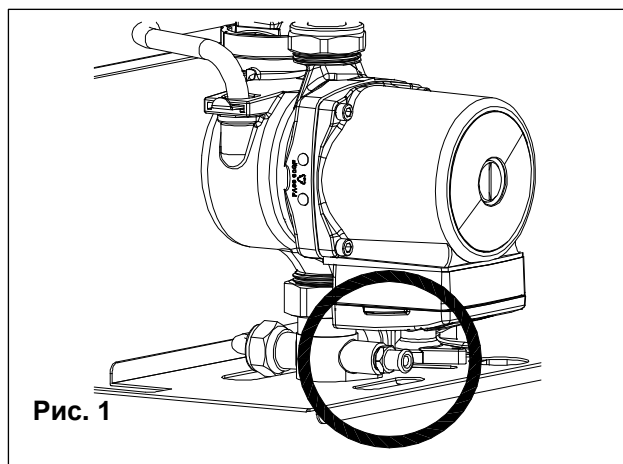

Рис. 1
- Снимите переднюю панель (рис. 1).
- Откройте сливной кран системы (см. рис. 1).
- **Если слив необходим только для котла, закройте подающие/обратные запорные краны в контуре отопления и откройте сливной кран, расположенный в нижней части котла на насосе (см. рис. 1).**